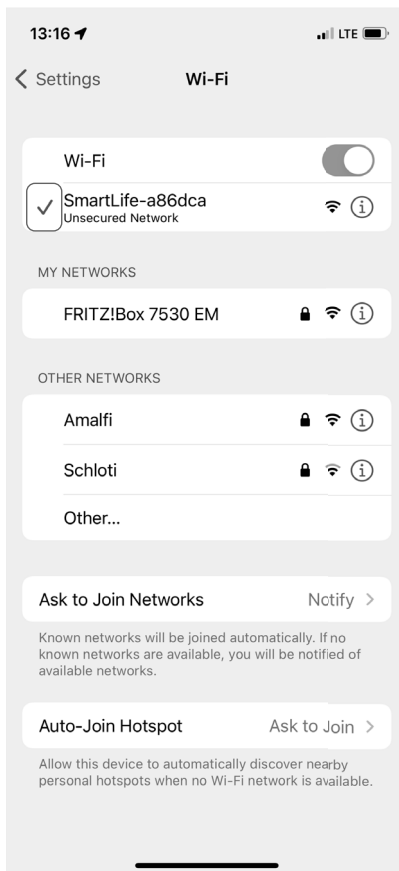

Fig. 10
- ▶ Espere a que se haya establecido la conexión (normalmente, indicado mediante una marca de verificación junto al nombre de la red, **fig. 10**).